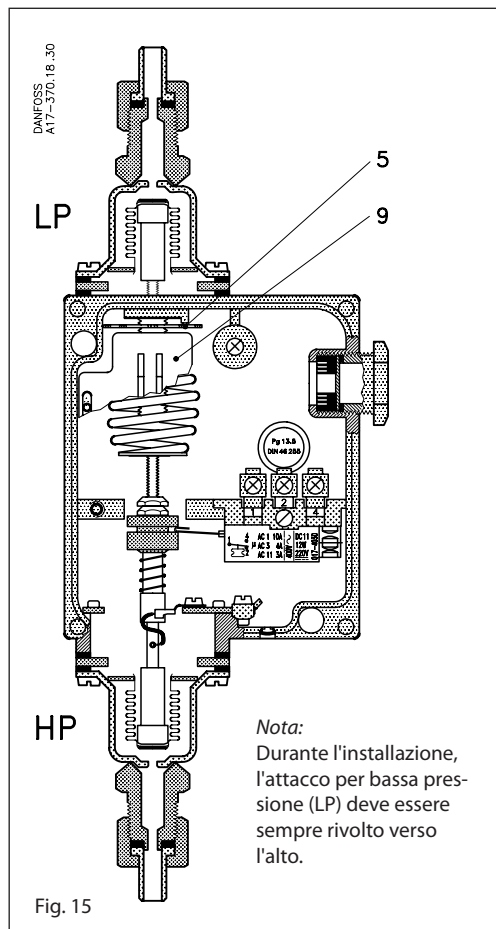

Fig. 15
Il disco del differenziale (5) fig. 15, pag.13, deve essere impostato a 1 bar (10m di colonna d'acqua) meno il differenziale fisso di 0,1 bar, quindi 0,9 bar. Il disco della zona neutra viene impostato in fabbrica (marcatatura in rosso).